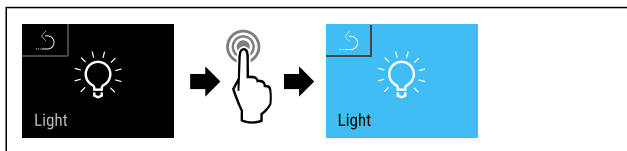

Fig. 70
- ▶ Eseguire i passi (vedere Fig. 70).